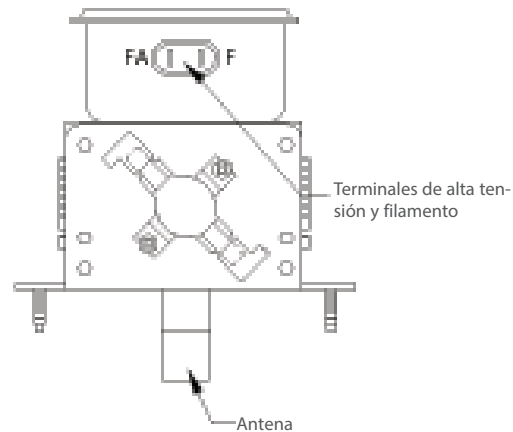

Figura 31: Detalle del magnetrón
2. Aísle el magnetrón del circuito retirando los cables de los terminales F y FA (Figura 31).
3. Un ohmímetro conectado entre los terminales del filamento (F, FA) debería indicar una lectura inferior a 1  $\Omega$  (Figura 31).